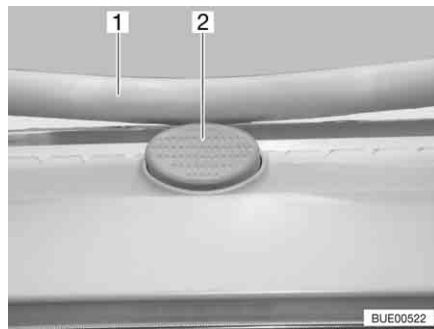

Bild 89 Sicherungsknopf an der Heki-Dachhaube
- Den Sicherungsknopf (Bild 89,2) drücken und den Bügel (Bild 89,1) mit beiden Händen nach unten ziehen.
- Den Bügel mit beiden Händen nach oben drücken, bis der Bügel oberhalb des Sicherungsknopfes (Bild 89,2) liegt.